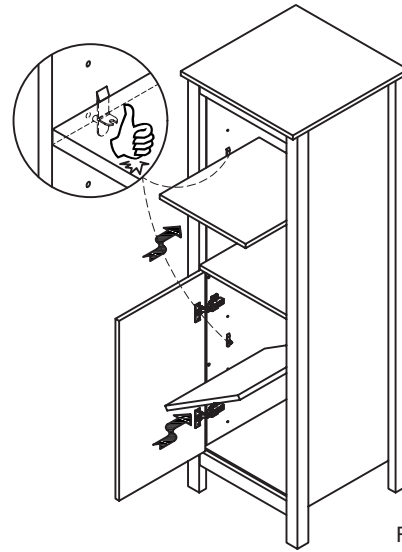

Figura 2
- 3: Inserte cada soporte del repisa (x 8) en el agujeros previamente perforados en el gabinete para lencería, e inserte cada repisa (x 2). Figura 2.